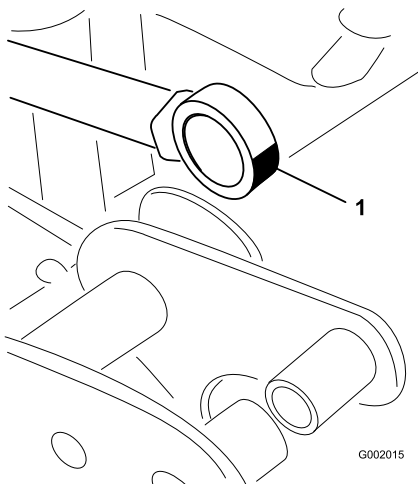

Рисунок 38
- Приведите в движение конец, где расположен подшипник штока привода, и заправьте подшипник консистентной смазкой (Рисунок 38).